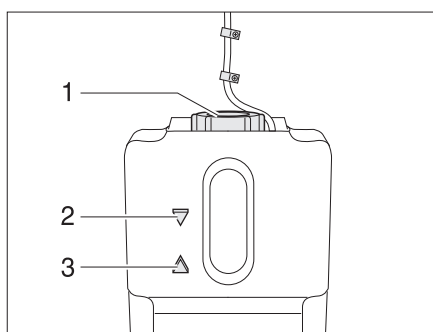

Fig. 269 Vaso d'espansione del riscaldamento ad acqua calda
- Controllare se il livello del liquido nel vaso d'espansione (Fig. 269) è tra la riga del "MIN" (Fig. 269,3) e del "MAX" (Fig. 269,2).
- Aprire il coperchio (Fig. 269,1) del vaso di espansione.